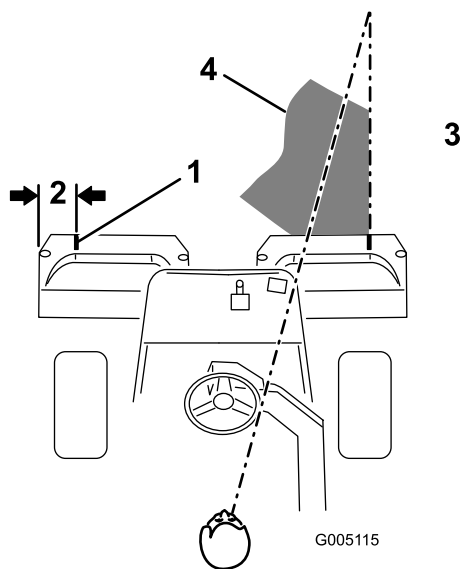
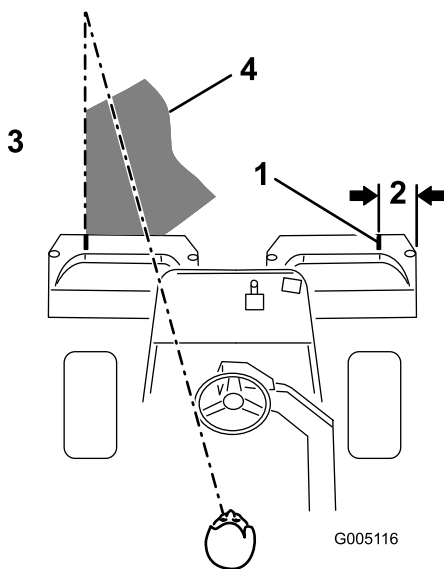

Figure 33
Figure 34
2. Placez une bande de papier blanc ou un trait de peinture sur chaque bac parallèlement à son bord extérieur (Figure 33).
3. Minimisez le chevauchement de la passe précédente lors de la passe de retour. Pour vous aider à conserver une ligne droite en travers du green et à maintenir la machine à égale distance du bord de la passe précédente, établissez une ligne de vision imaginaire à environ 1,8 à 3 m en avant de la machine jusqu'au bord de la partie non coupée du green (Figure 33 et Figure 34). Certains trouvent qu'il est utile de faire passer la ligne de vision par le bord extérieur du volant, c.-à-d. de maintenir le bord du volant aligné avec un point qui est toujours éloigné de la même distance par rapport à l'avant de la machine (Figure 33 et Figure 34).